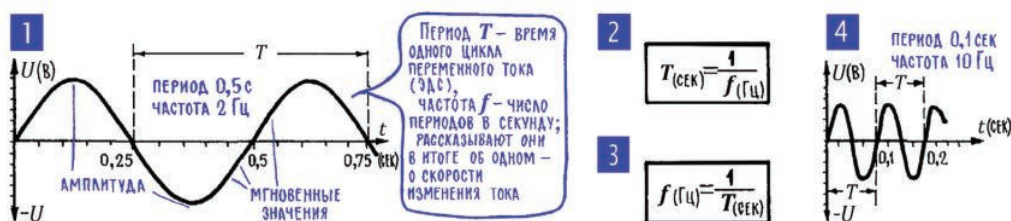

Рис. 6.6. Период и частота переменного тока
**6. Частота говорит о том, насколько быстро меняется переменный ток; единица частоты – герц.** О постоянном токе нам достаточно было знать одно – какова интенсивность движения зарядов, то есть то, что отражено в характеристике «величина тока», «сила тока». Переменный ток – явление значительно более сложное, и, чтобы судить о событиях в цепях переменного тока, нужна значительно более обширная информация. В частности, нужно знать, насколько быстро меняется ток, насколько часто происходит смена его направлений. Об этом в равной мере хорошо говорят две характеристики, связанные между собой. Первая – период – указывает время, в течение которого переменный ток (ЭДС, напряжение), изменяясь, проходит весь свой цикл, все свои возможные значения. Вторая характеристика – частота – говорит о том, сколько периодов, то есть полных циклов изменения тока (ЭДС, напряжения), успевает произойти за единицу времени. Единица частоты – герц (Гц) – число периодов в секунду. Ясно, что чем медленнее происходят изменения тока, чем дольше длится период, тем меньше (принято говорить «ниже») частота. И наоборот, с увеличением частоты период становится все более коротким (рис. 6.6).